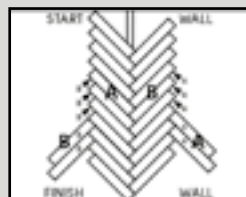

Fig. 7
8. Comience en la «pared de finalización» y deslice la junta final de un tablón «B» hacia el lateral de un tablón «A». Vuelva a deslizar el tablón «B» hacia el final del tablón «A» en un ligero ángulo hasta que quede firme (Fig. 7).
- Nota: Si hay alguna desviación de la línea central, el producto se puede mover hacia atrás y hacia delante sobre el suelo (Fig. 7).